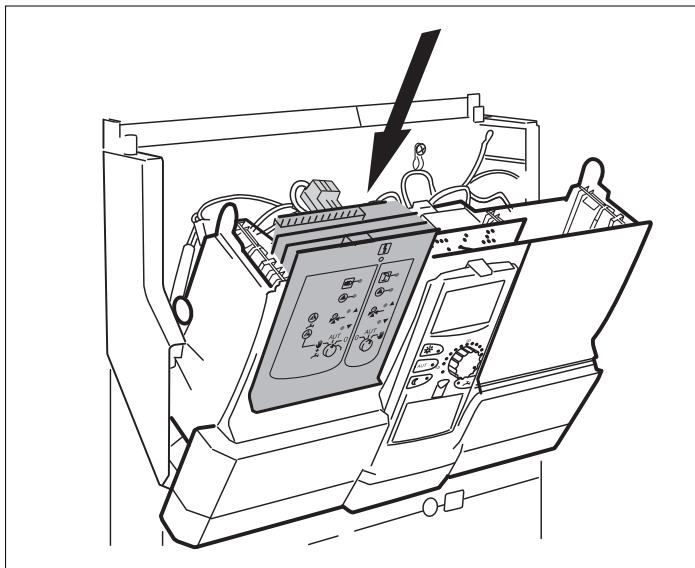

Рис. 6 Установка модуля
- Новый модуль вставьте сверху в свободный разъем, нажимая на планку датчиков (Рис. 6). Убедитесь, что модуль хорошо встал на место.